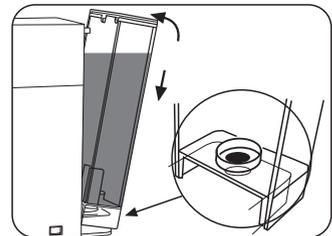

Fig.3
- Reinserrire il serbatoio inclinandolo leggermente e appoggiandolo sulla valvola dell'acqua. Premere la parte superiore nella macchina fino a sentire uno scatto. Onde evitare fuoriuscite d'acqua, controllare che il serbatoio sia fissato (Fig.3)